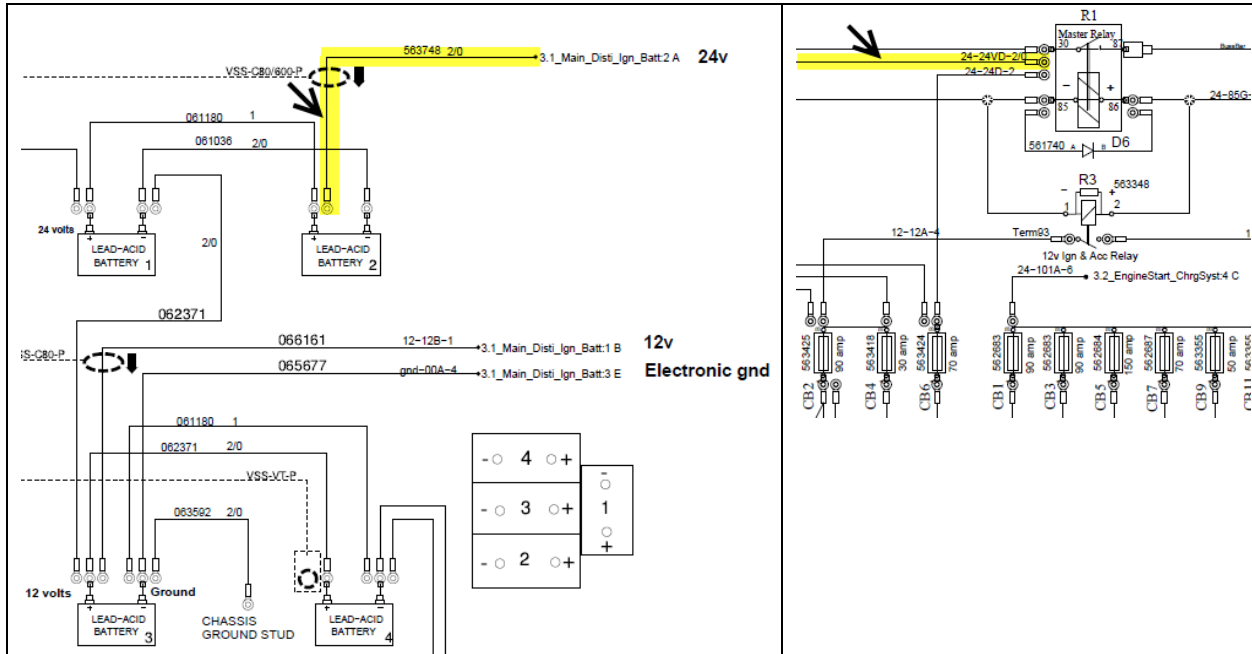

Figure 7
- dans le **compartiment des batteries** et entre la **batterie #2 et le relais principal R1** (Figure 7).